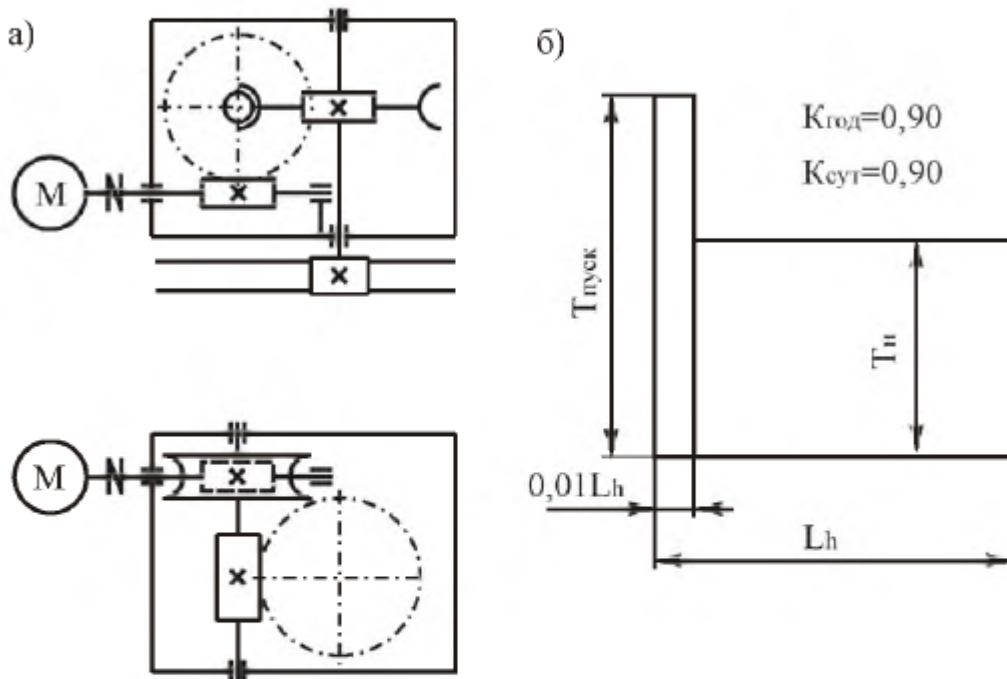

Рис. 6.5. Привод поворота консольного крана:
**Тема 5.** Спроектировать привод поворота консольного крана (рис. 6.5, табл. 6.5). Привод поворота осуществляется асинхронным электродвигателем общего машиностроительного применения. Включает в себя червячный двухступенчатый редуктор. Входной вал редуктора соединен с валом электродвигателя упрюгой муфтой.